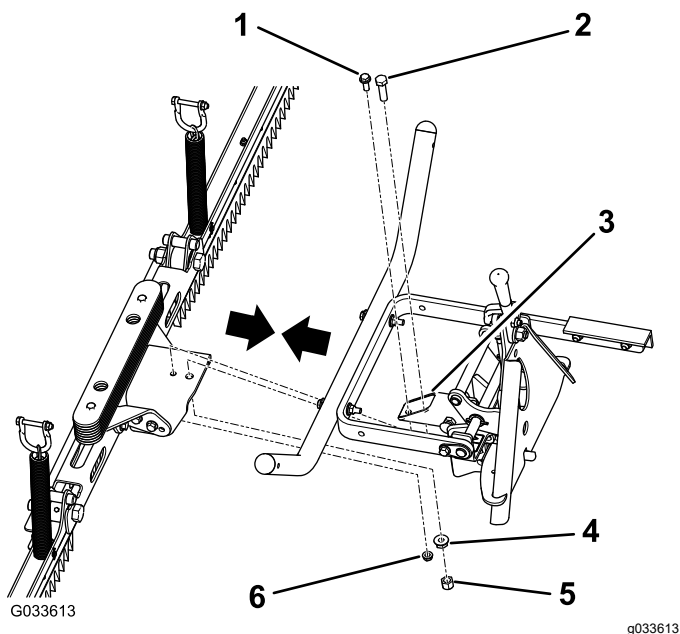

図 8
- レーキアセンブリの中央のブラケットにある2つの穴を、ヒッチチューブ2つの穴に合わせる 図 8。